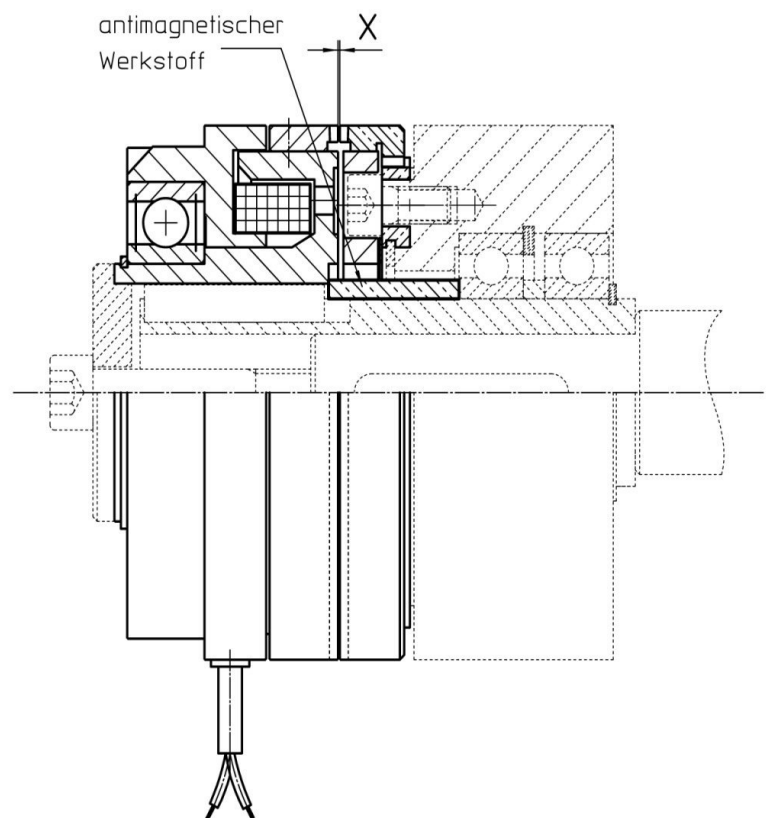

Abbildung 5: Distanzbuchse zum Einstellen des Leerlaufluftspaltes
- Die Distanzbuchse (zum Einstellen des Leerlaufspaltes) unterhalb des Ankerteils muss aus einem antimagnetischen Werkstoff gefertigt sein (siehe Abb. 5).